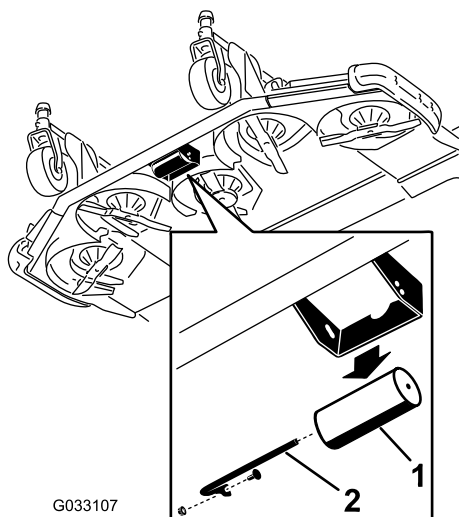

Figura 41
1. Remova o veio do rolo, o parafuso e a porca que prende o rolo ao suporte da plataforma (Figura 41).